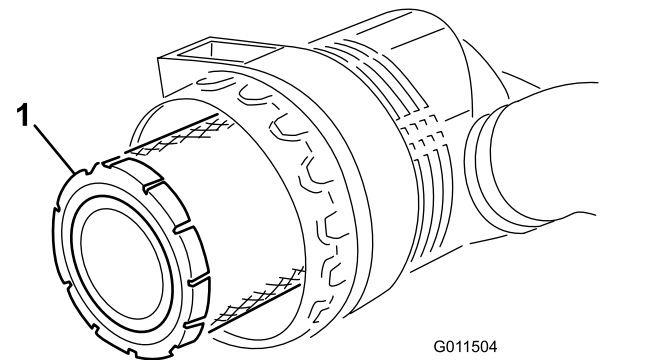
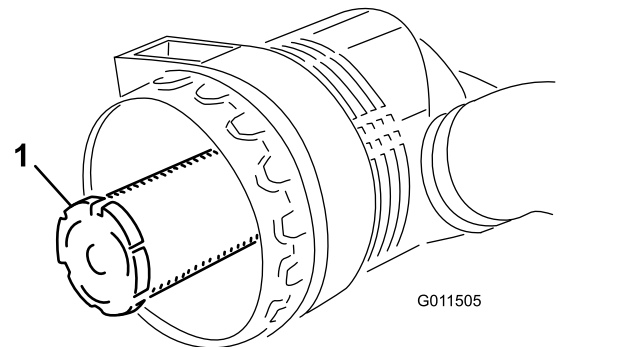

Figure 71
Figure 72
3. Déposez le préfiltre (Figure 71). Il est déconseillé de nettoyer les éléments usagés car cela risque d'endommager le matériau du filtre. Vérifiez que l'élément de rechange n'a pas été endommagé pendant le transport. Vérifiez l'extrémité d'étanchéité du filtre et du boîtier. N'utilisez pas l'élément s'il est endommagé. N'enlevez **pas** l'élément de sécurité (Figure 72).
Important: N'essayez jamais de nettoyer l'élément de sécurité (Figure 72). Remplacez-le une fois sur trois, quand vous effectuez l'entretien du préfiltre.
4. Remplacez le préfiltre (Figure 71).